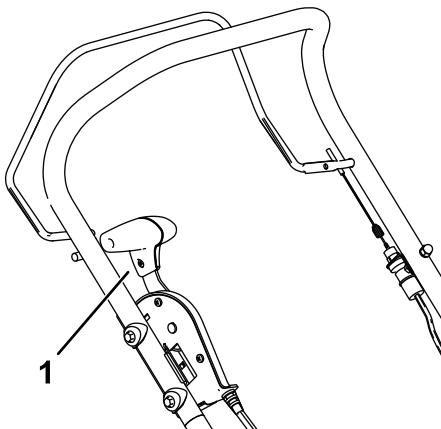

Figura 10
3. Spostate la leva di trasporto completamente all'indietro verso di voi, nella posizione di trasporto (Figura 10).
5. Spostate la leva di trasporto completamente all'indietro verso di voi, nella posizione di trasporto (Figura 10).
Per spegnere il motore, rilasciate la barra di comando della lama e spostate la leva di trasporto completamente all'indietro verso di voi, in posizione di trasporto (Figura 10).